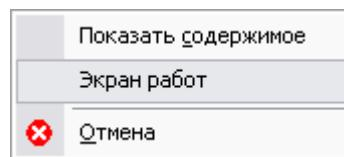

Рис. 66
1. В контекстном меню раздела **Процессы** или **Задания** выберите пункт **Экран работ** (Рис. 66).